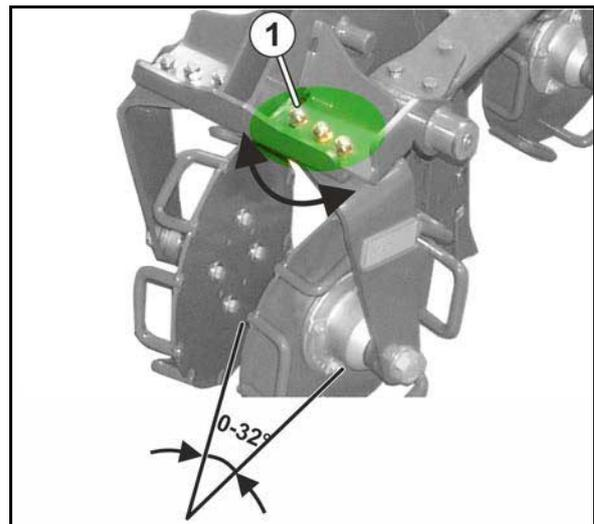

Fig. 98
1. Dévissez les deux assemblages vissés (Fig. 98/1) du disque.